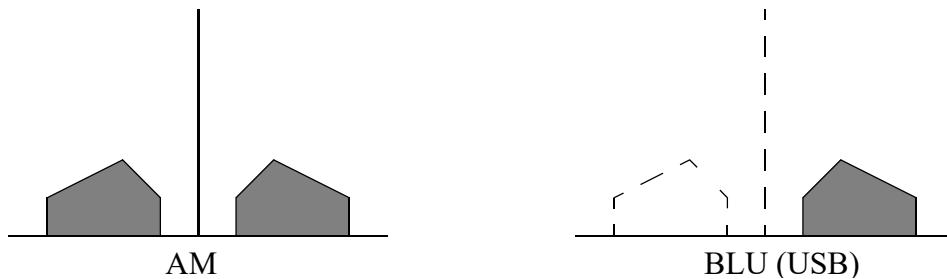

Figure 6.12 Spectre d'émissions en AM et USB modulés par un signal audio.
- 6.12 * Le spectre d'une émission SSB (BLU) est réduit à la largeur de la bande audio. En effet, en AM la largeur de bande comprend les deux bandes latérales comme à la **Figure 6.12** (gauche) alors que pour la BLU (J3E) seule l'une des bandes latérales est conservée (ici USB – Figure de droite).
- 6.13 * Le processus de modulation AM va créer 2 bandes latérales (voir **Figure 6.12**) contenant chacune les fréquences de 300 Hz à 3 kHz. La largeur totale étant dans ce cas :